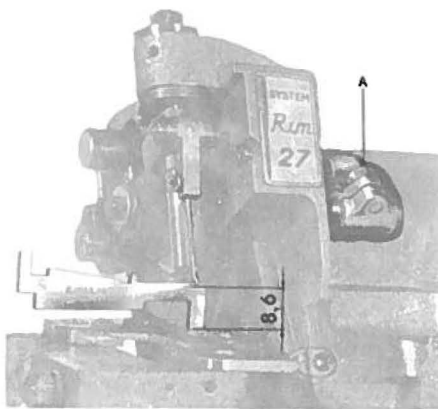

fig. 3
3. Posizionamento dell'ago (fig. 3):
- per effettuare correzioni in altezza del morsetto porta ago, agire sulla vite A (fig. 3) controllare con calibro S 1832.00.